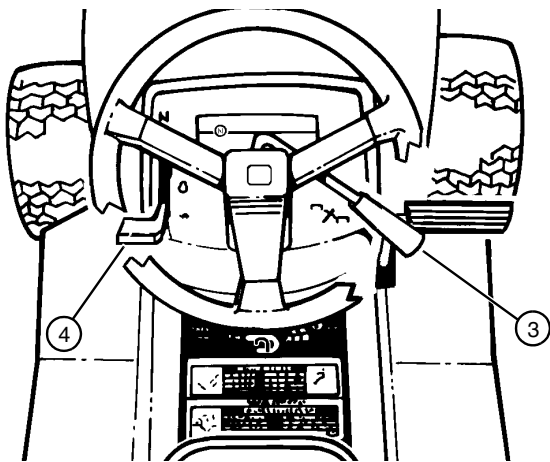

FIGURE 18
- Mettre la manette des gaz (4) en position rapide (voir FIGURE 18).
- Pousser vers l'avant le levier d'entraînement PDF (3) pour démarrer les lames.